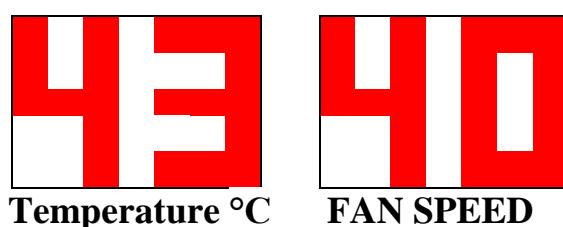

Рисунок 1 – Установка температуры котла
Для того чтобы установить температуру котла (рисунок 1), необходимо:
- при включенном регуляторе используя кнопки 3 и 4 установить необходимое значение мощности работы вентилятора согласно показаниям цифрового индикатора «FAN SPEED» (рисунок 1);